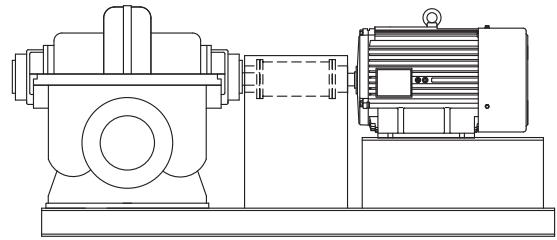

Рис. 1 Насос с электродвигателем и общей рамой-основанием
1. Насос с электродвигателем и общей рамой-основанием (см. рис. 1).